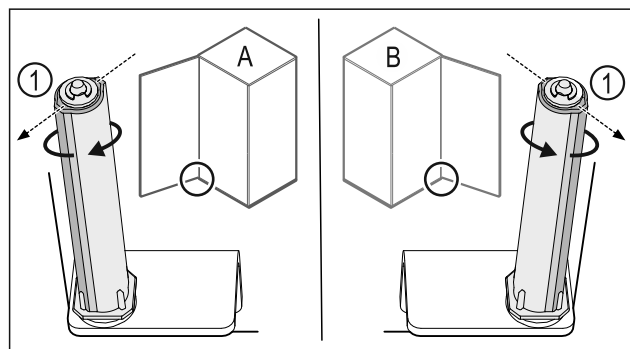

Fig. 37 Feste på venstre side (A) / feste på høyre side (B)
- Dreii lukkesystemet mot motstanden til rillen på lukkesystemet Fig. 37 (1) peker utover.